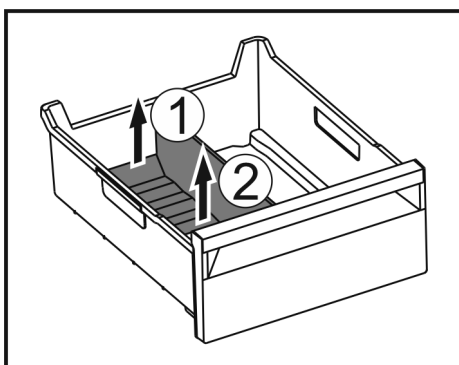

Fig. 183
- ▶ Podignite stražnji dio pregrade ladice za led. Fig. 183 (1)
- ▶ Izvadite pregradu ladice za led prema gore. Fig. 183 (2)